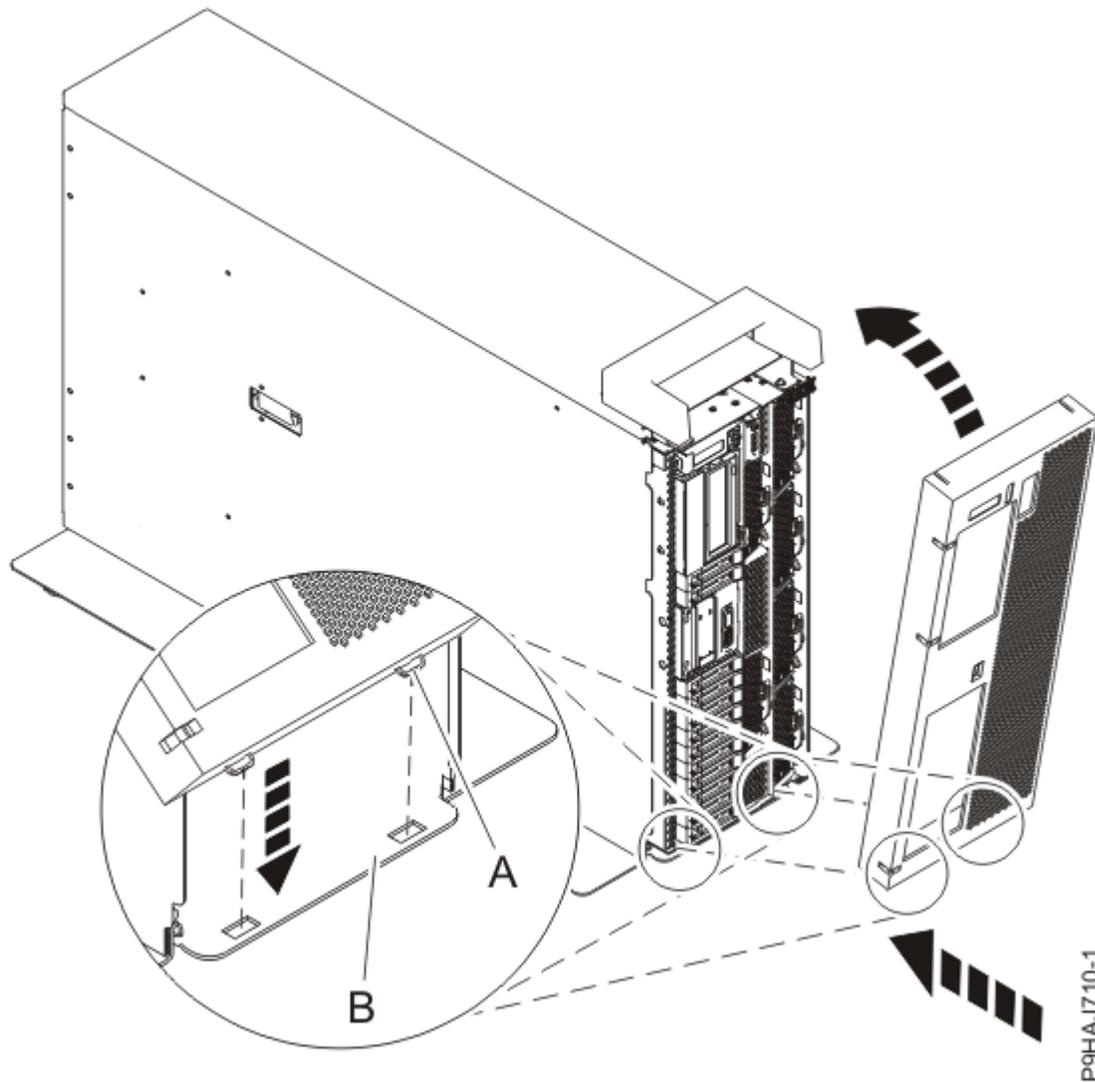

Abbildung 13. Vordere Abdeckung und Klappe installieren
b) Richten Sie die Abdeckung aus, bis die beiden Abdeckungslaschen **(A)** in den Steckplätzen auf der Grundplatte **(B)** sitzen (siehe Abbildung 13 auf Seite 16).